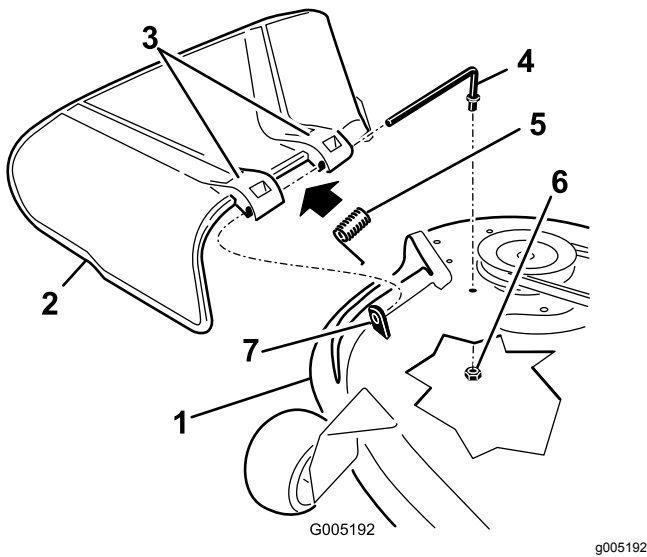

Figure 75
1. Retirez l'écrou (3/8") de la tige, sous le plateau de coupe (Figure 75).
- Sortez la tige de la courte cheville de positionnement, du ressort et du déflecteur d'herbe (Figure 75).
- Remettez en place le déflecteur d'herbe (Figure 75).
- Insérez la tige dans le deuxième support du déflecteur d'herbe (Figure 75).
- Fixez l'extrémité arrière de la tige dans le plateau de coupe à l'aide d'un écrou (3/8"), comme montré à la Figure 75.